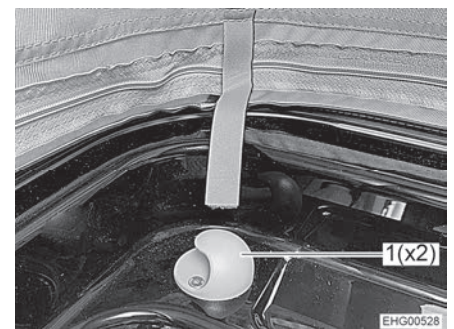

Bild 93 Halter
- Sicherungsnetz an den beiden Haltern (Bild 93,1) einhängen.